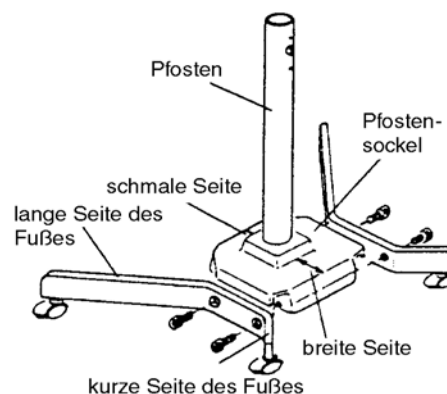

Abbildung 17
1. INSTALLATION DER PFOSTENEINHEIT (ABBILDUNG 17)